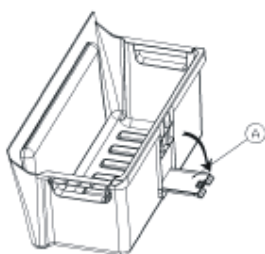

FIGURE -1-
- 1- Retirez le bac inférieur du compartiment congélateur et ouvrez le couvercle du système de vidange (A) situé à l'arrière du bac (figure-1).